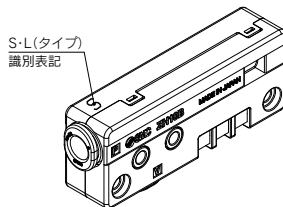

図12
②ボックス形は到達真空圧力(Sタイプ、Lタイプ)によって識別表記記号を設けております。(図12)